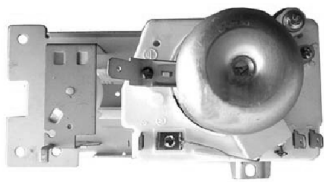

图 5-17 定时器
- 1) 首先检查定时器（见图 5-17）开关触点是否氧化。若定时器开关触点良好，则检查定时器线路是否断路。